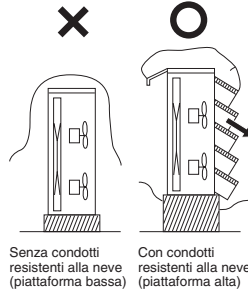

Fig. 2-7
In regioni con neve e forte vento, se l'unità esterna non è fornita di una piattaforma e di condotti resistenti alla neve, possono verificarsi i seguenti problemi (Fig. 2-7) :
- (1) La piattaforma deve essere più alta della massima altezza raggiunta dalla neve. (Fig. 2-7)
- (2) I due piedini di ancoraggio dell'unità esterna devono venire usati sulla piattaforma e questa deve venire installata sotto il lato di aspirazione dell'aria dell'unità esterna.
- (3) Le fondamenta della piattaforma devono essere solide e quest'unità deve venire bloccata con bulloni di ancoraggio.
- (4) Quando si installa quest'unità su di un soffitto soggetto a forti venti, prendere misure atte a prevenire il ribaltamento.